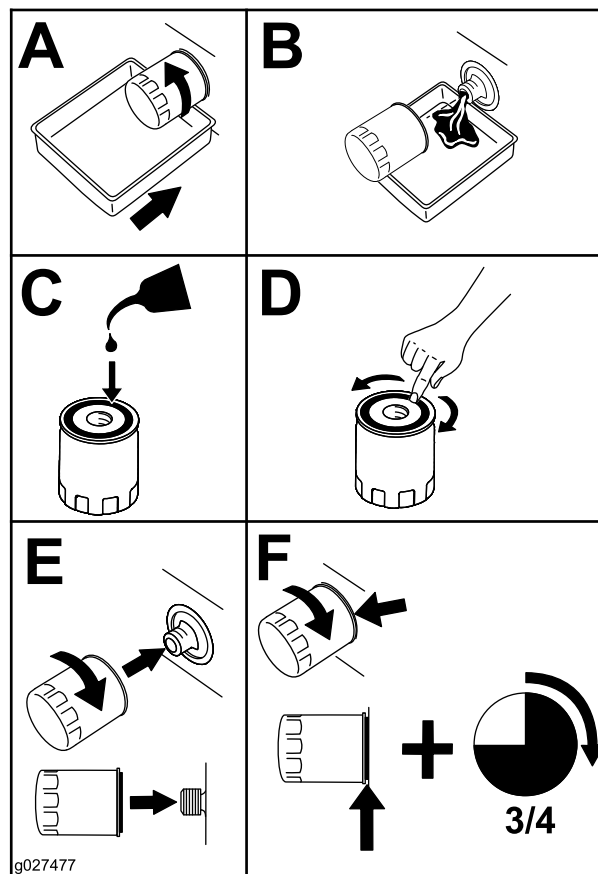

Рисунок 39
5. Замініть фільтр масла двигуна як показано в Рисунок 39.